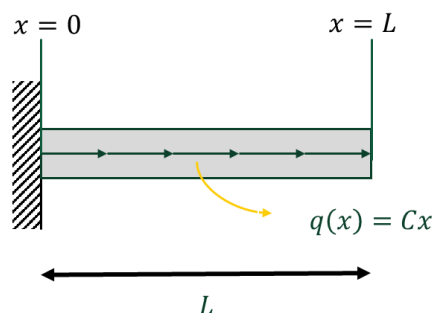

Figura 1: Barra com carregamento axial.
- 1) Implemente em **PyTorch** uma PINN para encontrar o deslocamento no problema da barra unidimensional apresentado na Figura 1.